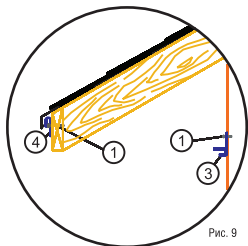

Рис. 9
- 2.1. При отсутствии направляющих брусков закрепите на стене F-профили (3) (рис. 9).